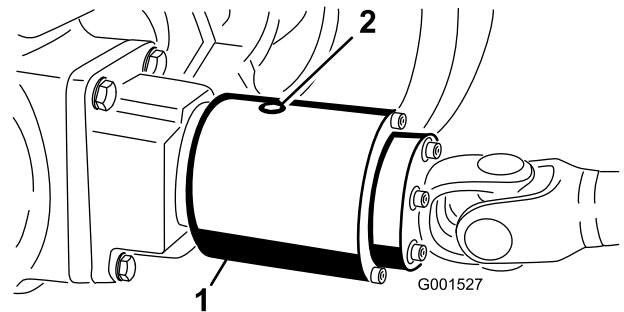

Figura 65
2. Girate la frizione (Figura 65) in modo che il tappo di controllo sia in posizione ore 4.